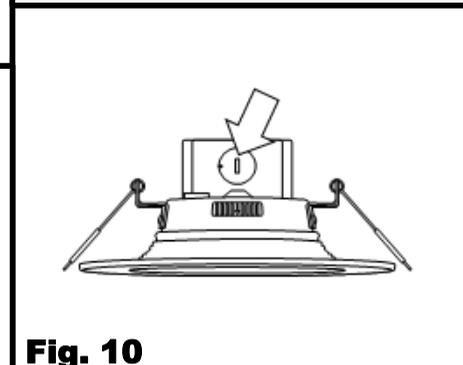

Fig. 10
1. Cassez la petite ouverture du boîtier de câblage à l'aide d'un tournevis. [Fig. 10] Insérez le câble et le connecteur rapide du cadre dans le boîtier de câblage.